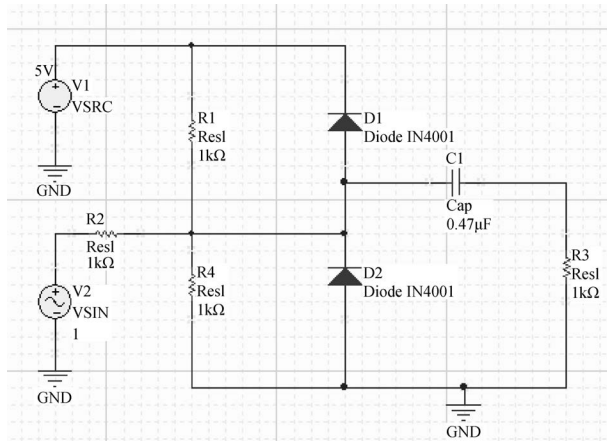

图 3-38 修改后的参数
(6) 按照图 3-38 所示,修改电路中元件和信号源的参数设置。为了便于后面对激励源信号的参数修改,下面给出修改 V2 的参数设置步骤。